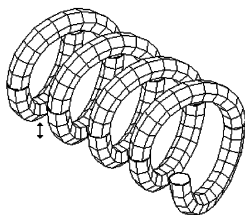

图 11-11 弹簧
用“REVSURF”命令绘制如图 11-11 所示的弹簧。
(9) 切换到东南视图。选择菜单栏中的“视图”→“三维视图”→“东南等轴测”命令。
(10) 删除多余线条。单击“默认”选项卡“修改”面板中的“删除”按钮 ✂ ，删去多余的线条。
(11) 选择菜单栏中的“视图”→“消隐”命令，在命令行输入“HIDE”命令对图形消隐，最终结果如图 11-11 所示。